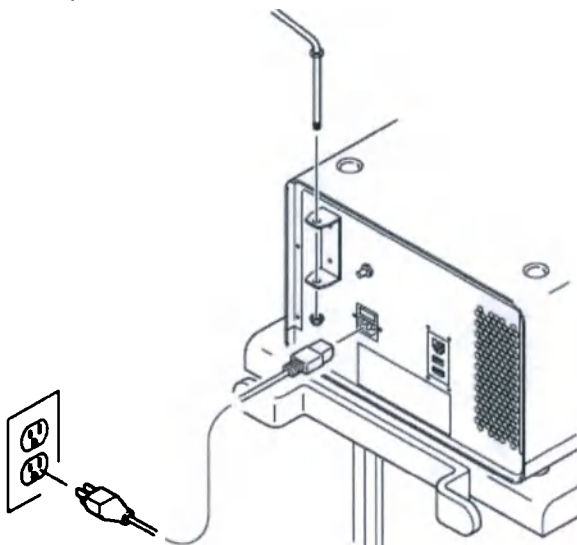

Рисунок 23 — Начальная установка
1. Поставьте консоль на плоскую твердую поверхность возле электрической розетки для медицинского использования с защитным заземлением. Убедитесь, что консоль находится вне стерильного поля (рисунок 23).